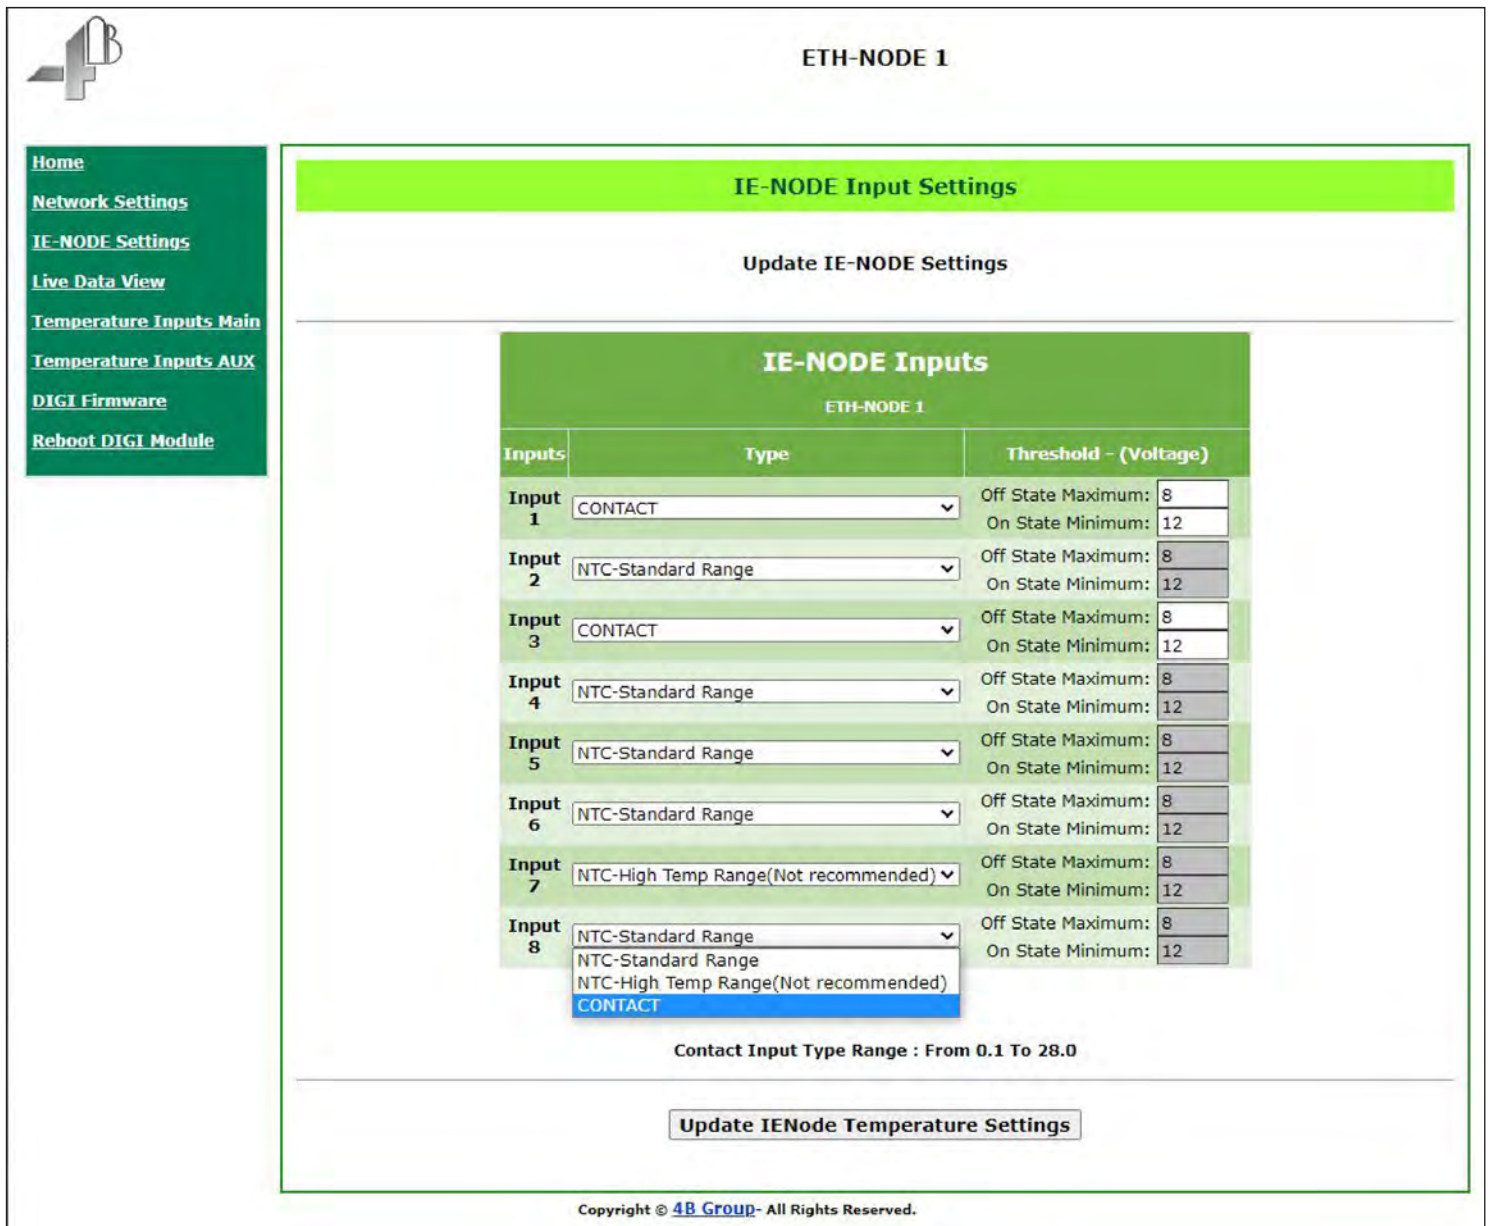

Imagen 17 – Configuración Del Tipo De Entrada De IE-NODE
2. Después de ingresar el nombre de usuario y la contraseña correcta, el usuario podrá modificar las entradas (Imagen 17).